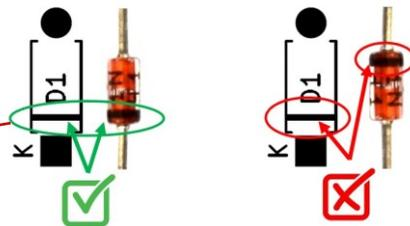

Figure IV.7
**Attention** au respect du sens de montage : la bague de chacune des diodes doit être orientée vers le bas (figure IV.7).